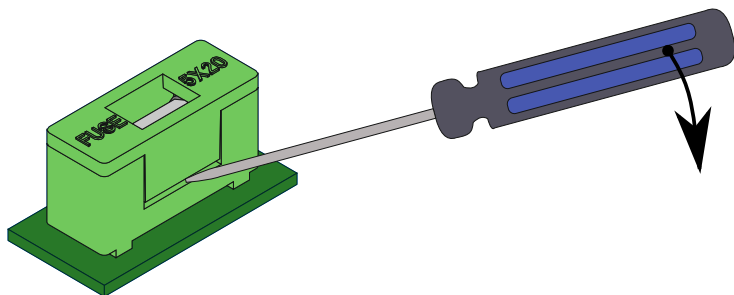

Рисунок 3 — Замена предохранителя
- снять крышку держателя предохранителя отверткой (см. рисунок 3);